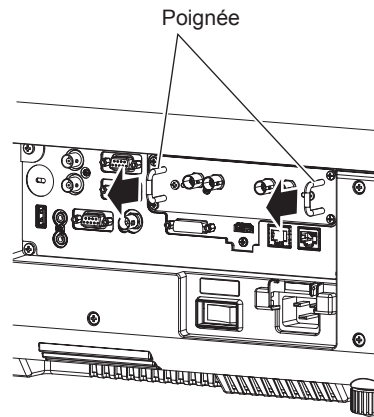

Fig. 1
1) Retirez le couvercle de fente. (Fig. 1)
1) Retirez la carte d'interface. (Fig. 1)